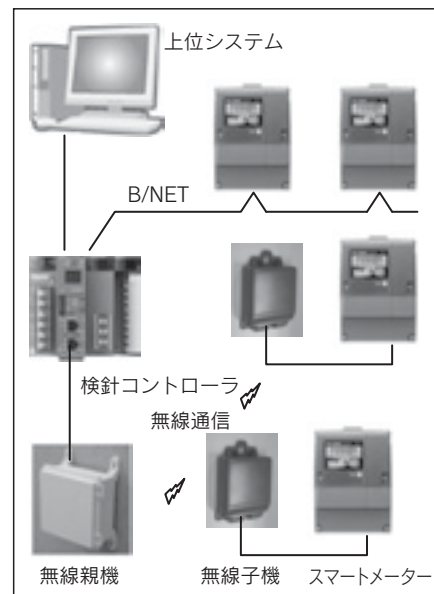
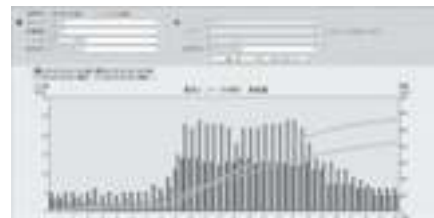

図2 検針システム構成例
図3 WEB画面例
(1) システムの特長
- ①30分ごとの使用電力量のデータ記憶を行い、データを有効活用することで、顧客ごとの最適な課金体系構築が可能。
- ②遠隔から契約アンペア変更（リミッタ容量設定値変更）、電気の供給・停止（開閉器ON/OFF制御）が可能。
- ④入居者のパソコンで、使用電力のトレンドグラフ等の閲覧が可能。
- ⑤有線（B/NET伝送）方式、無線方式の単独の検針システムに加え、混在したシステム構築が可能。（図2）
(2) スマートメーターを利用した2つの伝送方式の検針システム
①有線（B/NET伝送）方式
②無線方式
(1) 検針コントローラ特長
- ①検針点数は500点または1000点。
- ②csv（※3）ファイルでの検針データを保存しており、FTP通信でcsvファイル読み込みが可能。
- ③クライアントパソコンで、ソフトウェア追加なしに使用電力量をWEB画面で閲覧可能。（図3）
- ④スマートメーターへの設定・制御がWEB上で可能。
- ⑤使用料金計算・請求書は、Excelを使用して作成可能。
- (2) 無線機器（無線親機・無線子機）特長
- ①無線仕様：920MHz帯（4ch）